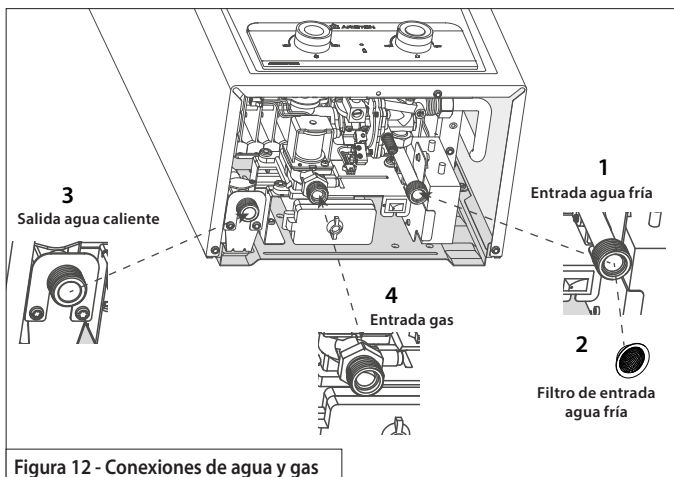

Figura 12 - Conexiones de agua y gas
- Compruebe si el filtro de agua (véase la figura 12 - 2) está montado en la conexión de entrada de agua del aparato.